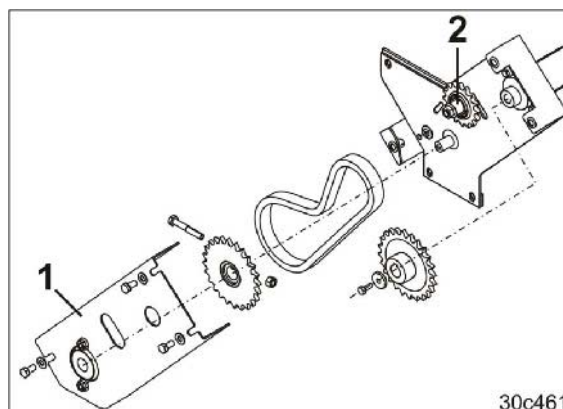

Рис. 178
1. Снимите защиту цепи (Рис. 178/1).
2. Отсоедините натяжитель цепи (Рис. 178/2).